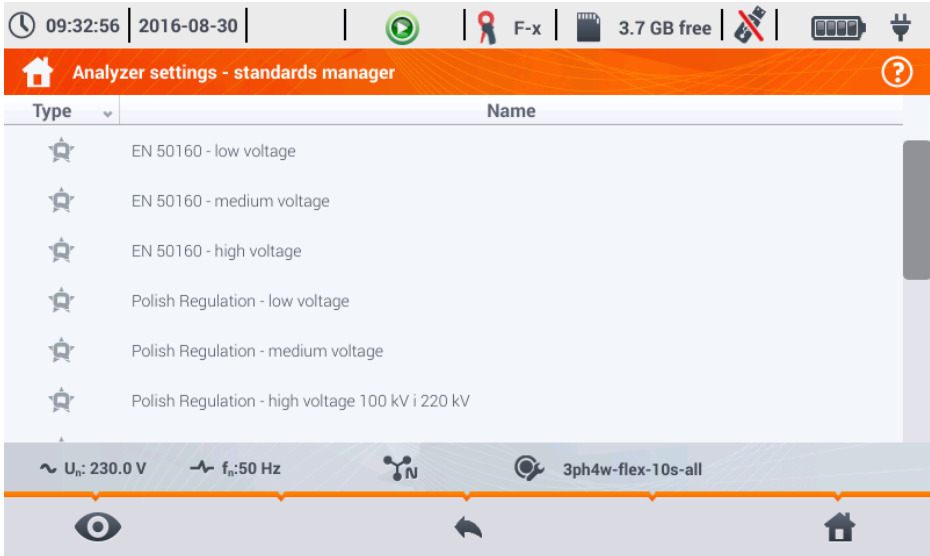

Abb. 17. Analysator Einstellungen - Normenverwaltung
- **STANDARDS (NORMEN)** – Mit dieser gelangen Sie in folgende Ansicht, wie in Abb. 17 dargestellt. Es wird eine bereits vorab im Speicher hinterlegte Liste von Normprofilen aufgelistet, um entsprechende Normberichte im Anschluss zu erstellen.